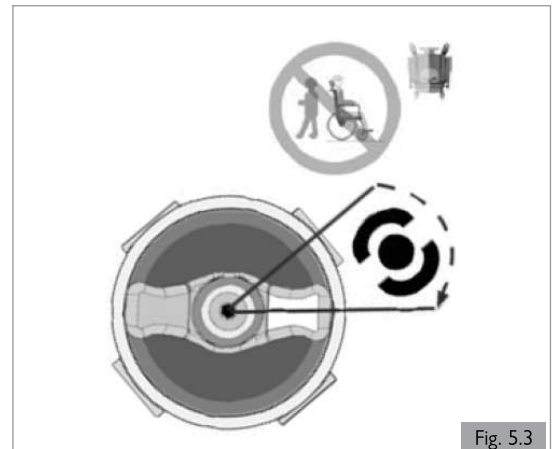
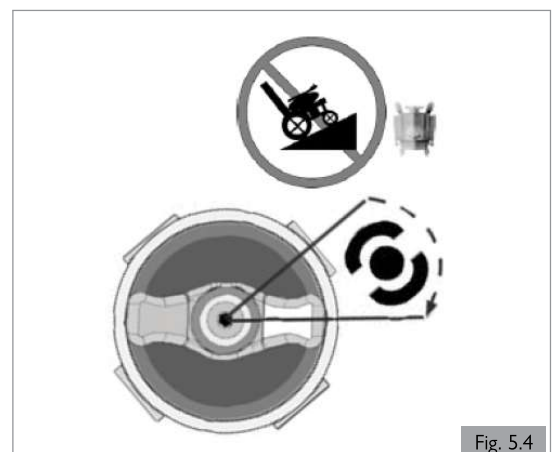

Fig. 5.3
Fig. 5.4
2. Para desactivar los motores (Fig. 5.3 y Fig. 5.4).